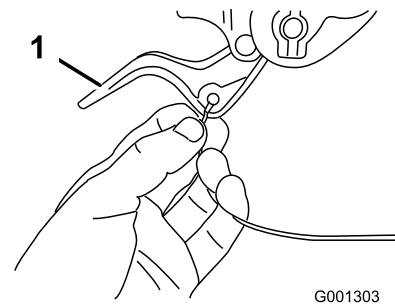

Figura 6
2. Pase el cable derecho o izquierdo por encima del manillar inferior e inserte el extremo del cable en el taladro de la palanca del embrague de la rueda correspondiente (Figura 6).